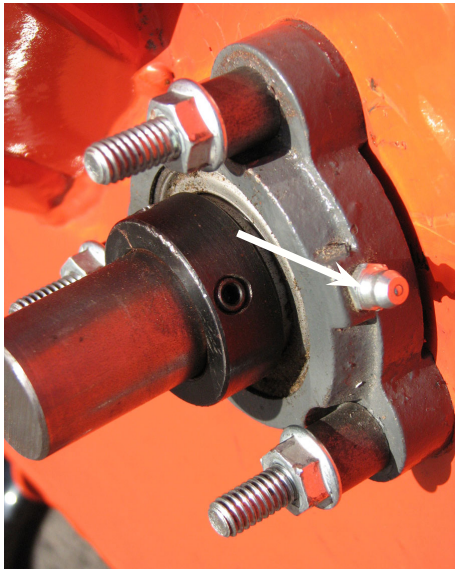

Figura 5.11, Boquilla de engrase del cojinete del lado del conducto
2. Cojinete del lado del conducto (Figura 5.11)